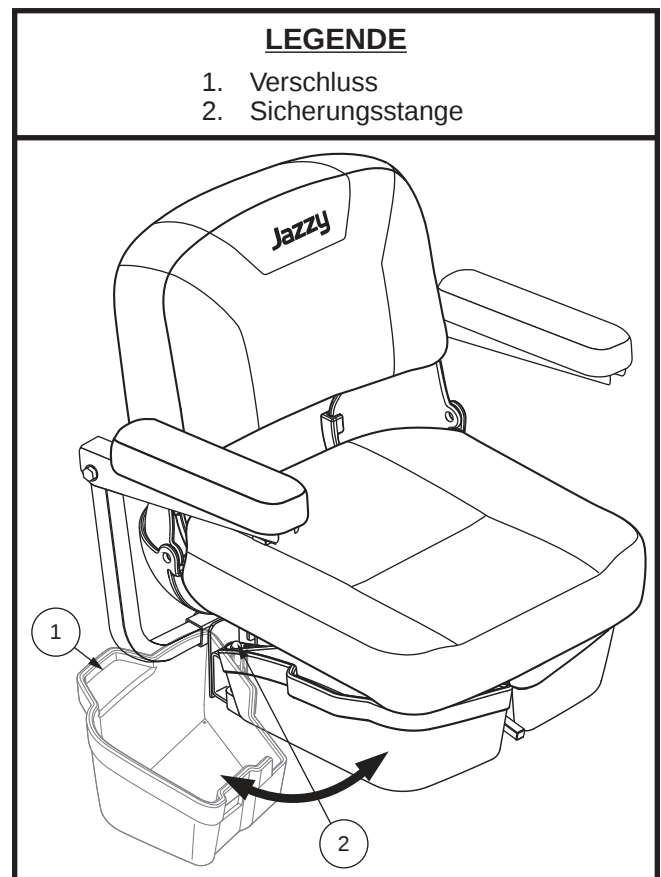

Abb. 27. Stauraum unter dem Sitz
1. Den Verschluss an der Seite des Untersitz-Staufachs (siehe Abb. 27) leicht nach oben heben und das Staufach aus dem Elektromobil herausschwenken.
1. Den Verschluss an der Seite des Untersitz-Staufachs (siehe Abb. 27) leicht nach oben heben und das Staufach aus dem Elektromobil herausschwenken, bis es vollständig geöffnet ist.
2. Falls vorhanden, entfernen die Stauraum unter dem Sitz. **Siehe Abb. 27.**
7. Falls vorhanden, installieren die Stauraum unter dem Sitz. **Siehe Abb. 27.**